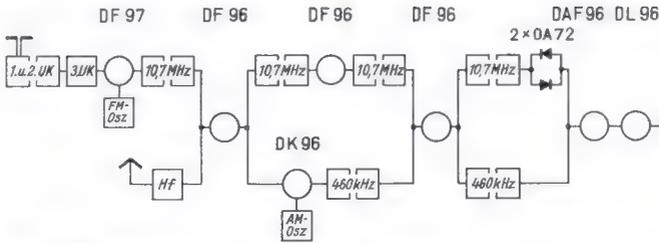
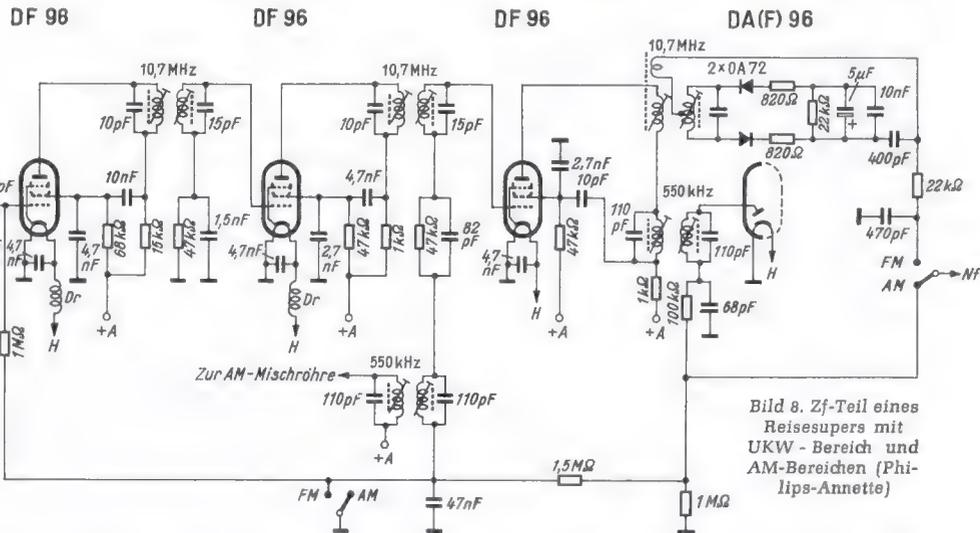

Bild 4. Blockschaltung des Empfängers Philips-Annette 471, eines AM/FM-Reisesupers mit D-Röhren
Bild 8. Zf-Teil eines Reisesupers mit UKW-Bereich und AM-Bereichen (Philips-Annette)
Wir möchten in diesem Zusammenhang auf eine in Österreich von Ingelen entwickelte Konstruktion verweisen. Der kleine Mittelwellensuper heißt „Portable TR 56“ und ist mit DK 96, DF 96, OA 72, 2 x OC 71 und 2 x OC 72 (B-Endstufe) bestückt. Der 40-Ω-Lautsprecher ist direkt in den Kollektorkreis eingeschaltet. Bemerkenswert ist die Stromversorgung. Der Netzteil entfällt, und als einzige Stromquelle dienen zwei normale Taschenlampen-Flachbatterien, wie sie in jedem Laden für 80 Pfennige bis 1 DM zu haben sind. Batterie I liefert den Heizstrom der beiden Röhren = 50 mA, und Batterie II speist den Gleichspannungswandler = 25 mA. Letzterer ist wie üblich mit OC 76 und OA 85 bestückt. Beide Batterien in Serie, das sind dann 9 Volt, versorgen die Treiberstufe (2 mA) und die B-Endstufe (8...20 mA) (Bild 3). Die Ausgangsleistung ist natürlich stark vom Zustand der Batterien abhängig (Bild 4).
Bild 4. Batteriestrom (a), Empfindlichkeit (b) u. Ausgangsleistung (c) in Abhängigkeit von der Batteriespannung beim Ingelen-Reisesuper TR 56; Batterie I = Gleichspannungswandler, Batterie II = Röhrenheizung
Wird der UKW-Bereich hinzugenommen, dann geht die Röhrenzahl in die Höhe, denn man benötigt für eine Zwischenfrequenz von 10,7 MHz bei einem Batterieempfänger mindestens drei Zf-Stufen, um auf gleiche Empfangsleistung wie bei einem Heimempfänger zu kommen. Deshalb treten zu den vier Röhren des Standard-AM-Empfängers meist drei weitere, nämlich die UKW-Mischröhre, und zwar bei den neuen Modellen vielfach eine DF 97 anstelle der eigentlich hierfür vorgesehenen DC 90 (vgl. den Aufsatz auf Seite 199 dieses Heftes) sowie zwei weitere Pentoden DF 96 als Zf-Verstärkerstufen. Bild 4 gibt als Beispiel die Blockschaltung des Philips-Reisesupers Annette 471 wieder.
um den Schaub-Lorenz-Super Camping Luxus. Ähnlich wie in Bild 4 liegt in der Antennen-zuleitung zunächst ein fest eingestelltes Bandfilter L 1, L 2 und darauf folgt der eigentliche durchstimmbare Eingangskreis L 3. Der Oszillator-Abstimmkreis ist jedoch hier an die Anode der UKW-Triode DC 90 angeschlossen.
Bild 8 zeigt als typisches Beispiel für einen batteriebetriebenen Zf-Verstärker einen Schaltbildauszug aus dem Philips-Reisesuper Annette 471, dessen Blockschialtung bereits in Bild 4 dargestellt wurde. Beim FM-Empfang wird die Regelleitung durch den Schalter FM/AM geerdet, die drei Pentoden DF 96 arbeiten also mit voller Verstärkung. Die zweite und dritte Röhre enthalten je ein RC-Glied im Gitterkreis (47 kΩ/1,5 nF und 47 kΩ/82 pF). Sie wirken dadurch als Begrenzer, so daß dem mit zwei Dioden OA 72 bestückten Radiodetektor bereits eine weitgehend von Amplitudenstörungen freie Spannung zugeführt wird. Die AM-Zwischenfrequenz von 550 kHz wird über ein Bandfilter dem Gitter der dritten Röhre zugeführt und nach Verstärkung mit
der Röhrendiode DA(F) 96 demoduliert. Der Schalter FM/AM ist jetzt offen. Die Richtspannung dient zum Regeln der Zf-Röhre und der ersten Pentode DF 96, die — wie bei Bild 4 besprochen — hier als Hf-Vorröhre dient.